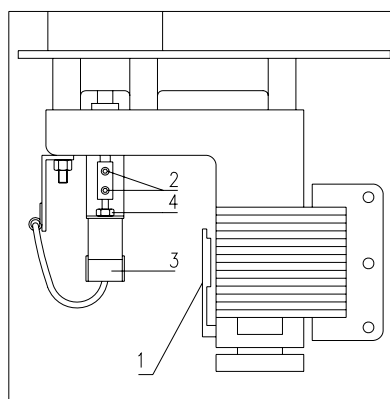

FIG. 19
1. Girare l'albero del motoriduttore fino a portare i due grani pos. 2 FIG. 19 in posizione tale da permettere l'inserimento della chiave, per potere ruotare l'albero è necessario premere la frizione pos. 1;
2. Svitare i due grani pos. 2;
3. Svitare il dado di fissaggio dell'encoder pos. 4 e dopo avere tolto il connettore elettrico pos. 3 rimuovere l'encoder ;